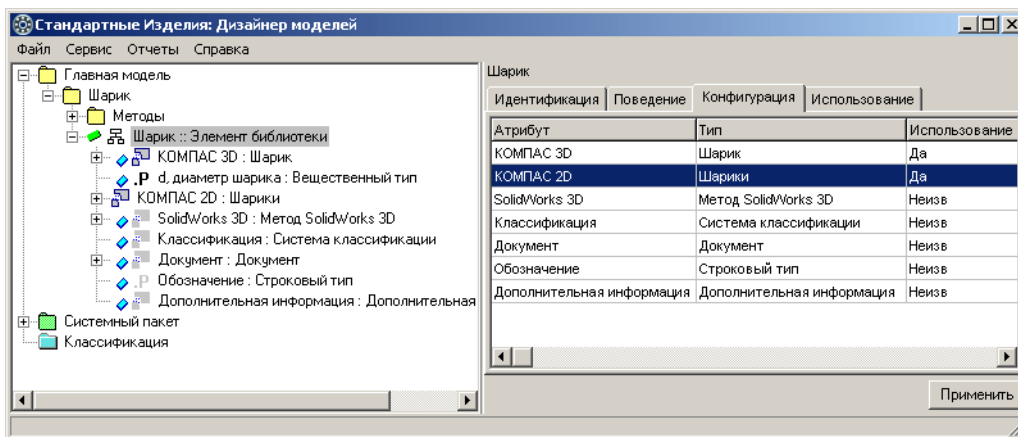

Рис. 3.36.
5. Нажмите кнопку **Применить**. Окно переопределения параметра закроется. На вкладке **Конфигурация** будет показан уточненный тип атрибута (рис. 3.36).